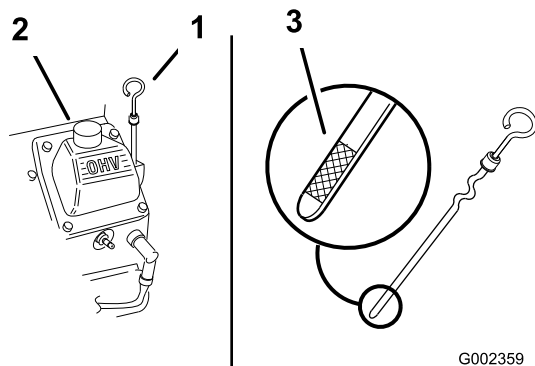

Рисунок 46
4. Очистите поверхность вокруг масломерного щупа (Рисунок 46), чтобы загрязнения не могли попасть в заливное отверстие и привести к повреждению двигателя.
5. Извлеките масляный щуп и на чисто протрите его (Рисунок 46).
6. Вставьте масляный щуп в трубку заливной горловины до упора (Рисунок 46).
7. Медленно залейте примерно 80% указанного количества масла в заливную горловину (Рисунок 46).